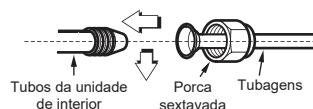

Fig.5-3
- Aperte suficientemente a porca sextavada (consulte a Fig.5-3)